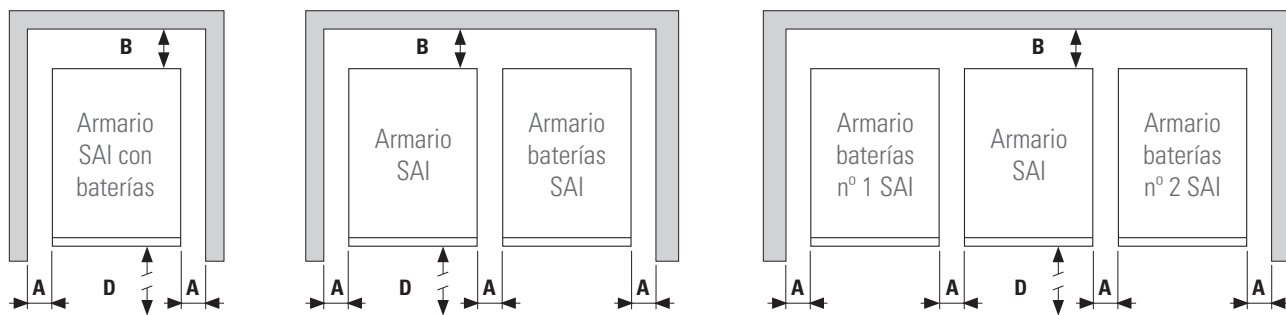

Fig. 6. Cotas mínimas periféricas para la ventilación del SAI.
- En la Fig. 6 se muestran, a modo de ejemplo, casos típicos en función del modelo. El que está compuesto de una única caja (SAI con las baterías en su interior) y el del SAI con las baterías en caja independiente o autonomías extendida.